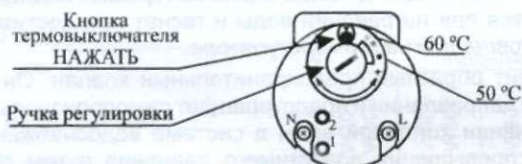

Рисунок 1 - Лицевая панель терморегулятора со встроенным термовыключателем без самовозврата для моделей W30V, W50V, W80V, W100V, W120V.
- в ЭВН моделей **W30V, W50V, W80V, W100V, W120V** отключить ЭВН от электросети, снять защитную пластмассовую крышку и повернуть ручку регулировки (поворотом против часовой стрелки температуру увеличивают, по часовой стрелке - уменьшают, см. рисунок 1);